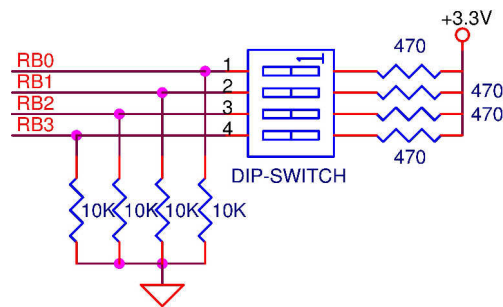

Figura 2. Ligação de um *dip-switch* de 4 posições a portas do PIC32.
2. A Figura 2 apresenta o esquema de ligação de um *dip-switch* de 4 posições a portos do PIC32 (Porto B: **RB0**, **RB1**, **RB2** e **RB3**). Em cada um dos portos, a resistência de 10kΩ destina-se a fixar a tensão a zero quando o *switch* está aberto. A resistência de 470Ω foi incluída para evitar uma possível destruição do porto do microcontrolador no caso de ser configurado, por engano, como uma saída.
- a) Monte na placa branca os componentes do esquema da Figura 2.